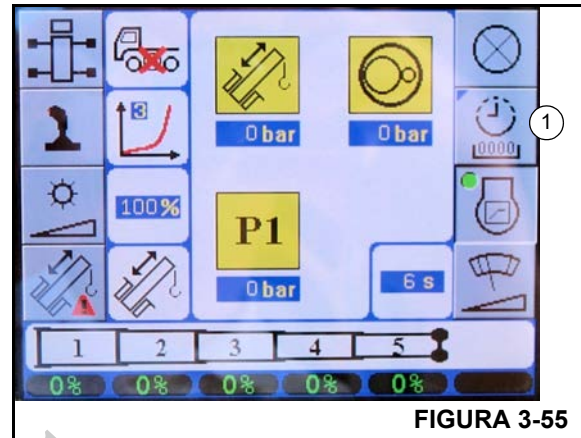

FIGURA 3-55
Pressione o botão do submenu de Configurações no Menu principal e pressione o botão Horas de operação (1) (Figura 3-55) para abrir o submenu Horas de operação.